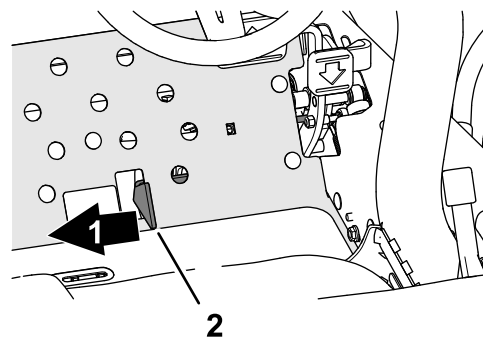

Рисунок 39
- Переведите движок скашивания/транспортёрки вправо в положение Скашивание (Рисунок 39).